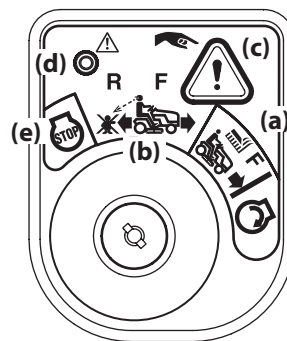

Figura 3-9
2. Gire la llave de la posición CORTE NORMAL a la posición MODO MARCHA ATRÁS CON PRECAUCIÓN (a) del módulo de encendido. Consulte Figura 3-9.
3. Oprima el PULSADOR DE MARCHA ATRÁS (c) en el ángulo superior derecho del módulo de encendido. La luz indicadora roja (d) que está en el ángulo superior izquierdo del módulo de encendido se mantendrá ENCENDIDA mientras está activada. Consulte Figura 3-9.